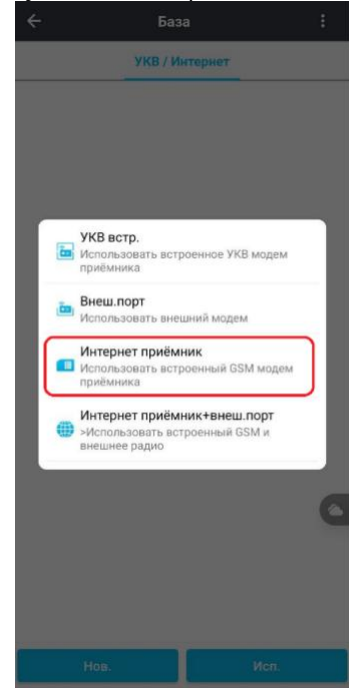

Рисунок 5.2.50
3. Нажмите **Новый** и выберите **Интернет приемник** (Рисунок 5.2.50).